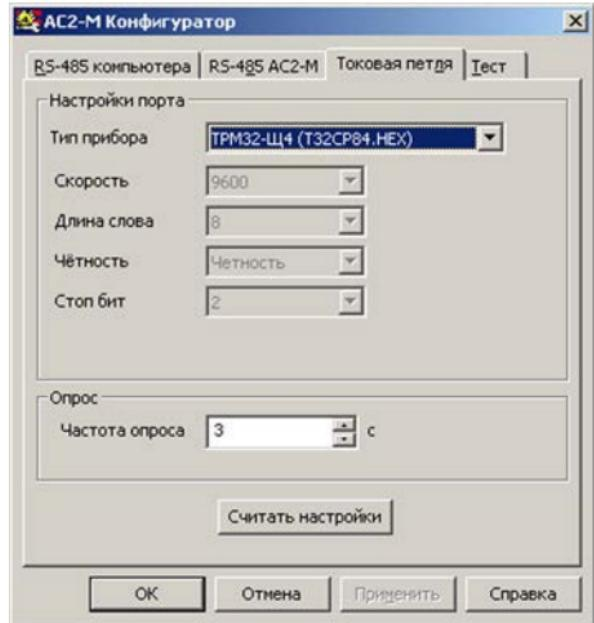

Рисунок 9.4 – Конфигуратор АС2-М.
9.7 Вкладка «Токовая петля» (рис. 9.4) служит для задания значений параметров опроса прибора преобразователем при функционировании в конкретной сети RS-485.